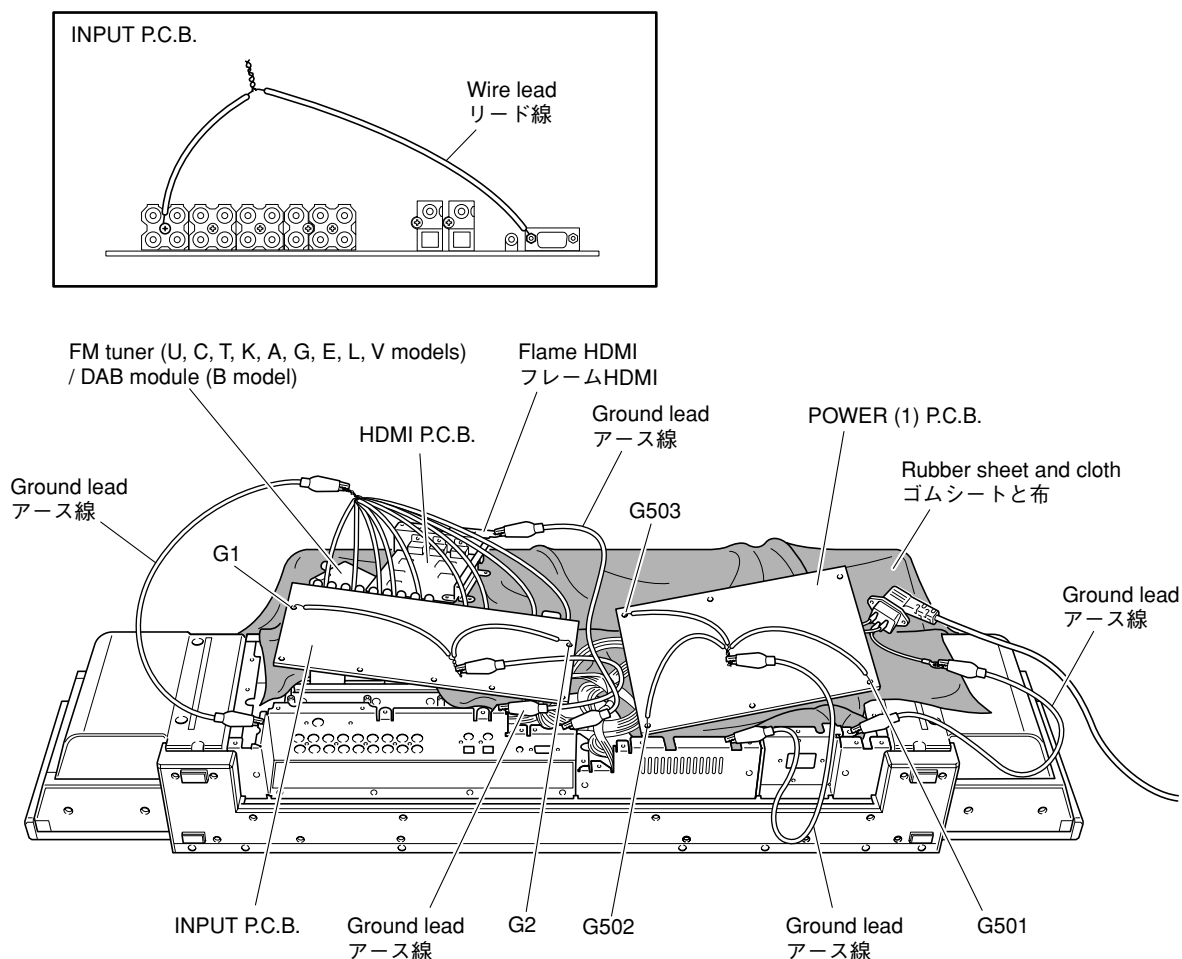

Fig. 6
- * Put the rubber sheet and cloth over the equipment. Then place the P.C.B.s upside down on the cloth and check it. (Fig. 6)
- * In this unit, the ground of P.C.B.s is connected to the panel or chassis. When these P.C.B.s are removed from the panel or chassis, connect the ground point to the panel or chassis, using a ground lead wire or such. (Fig. 6)
- ・ 本機の上にゴムシートと布を敷き、その上にP.C.B.を裏返しに置いてチェックします。(Fig. 6)
- ・ 本機ではP.C.B.のアースがパネルまたはシャーシに接続されています。P.C.B.をパネルまたはシャーシより取り外した場合、リード線等でアースポイントをパネルまたはシャーシに接続してください。(Fig. 6)